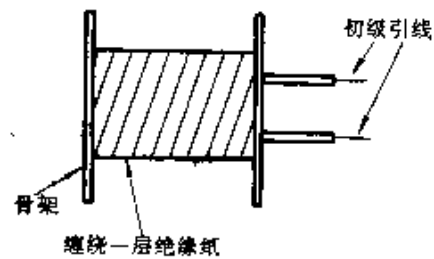

图 3-125
③ 在初级绕组外面包裹一层绝缘纸，如图 3-125 所示，然后绕上次级绕组。由于次级绕组所用漆包线较粗，可以直接作为引出线。